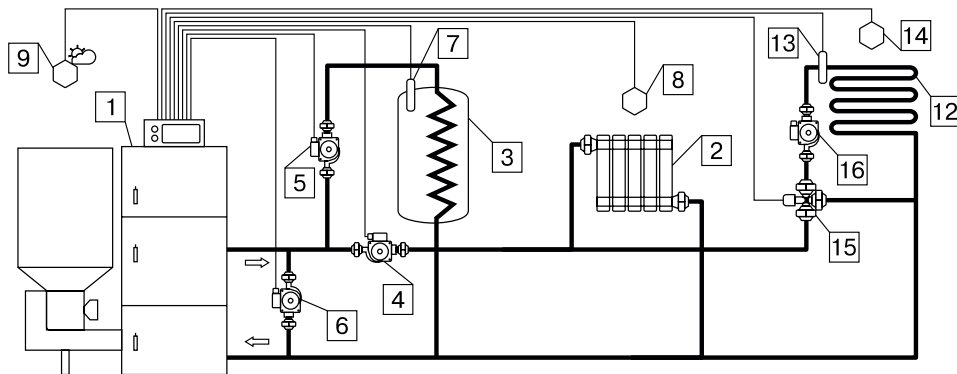

Рис.9. Упрощенная схема подключения котла с узором рециркуляции.
7.6. Монтаж котла производится в соответствии с принятым вариантом схемы отопления. Упрощенные примеры схем подключения котла приведены на Рис.9; 10.